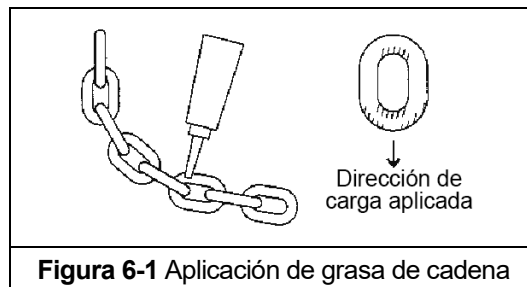

Figura 6-1 Aplicación de grasa de cadena
- Aplicar grasa lubricante Harrington Hoist, Inc. (n.º de pieza ER2CS1951) o un lubricante equivalente a la grasa de litio general industrial, NLGI n.º 0, en las superficies de apoyo de los eslabones de la cadena de carga como se indica en las áreas sombreadas de la **Figura 6-1**. También aplique grasa en las áreas de la cadena de carga (áreas sombreadas en **Figura 6-1**) que entran en contacto con la polea de carga. Asegúrese de aplicar grasa en las áreas de contacto en las guías de la polea de carga.